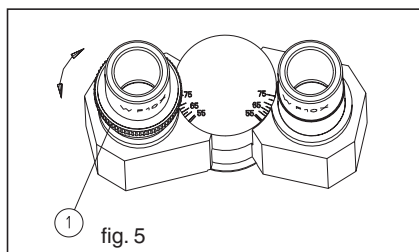

fig. 5
Posizionare il campione sul tavolino. Ruotare l'obiettivo 40X in posizione di lavoro. Per prima cosa, osservare sulla colonna destra con l'occhio destro, regolare con la manopola di messa a fuoco fine/grossolana, per ottenere un'immagine nitida. Osservare quindi sulla colonna sinistra con l'occhio sinistro, regolare il controllo della diottria ① per ottenere un'immagine nitida. (Fig.5)